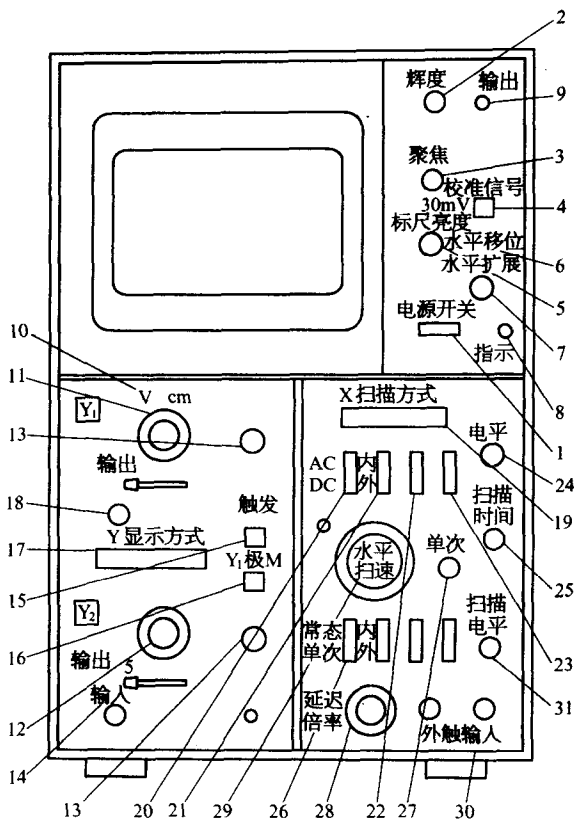

图 1-5 示波器面板控制件示意图
(1) 基本的面板控制件(见图1-5)。面板上各开关功能如下:
- ① 电源开关:用于接通和关断仪器的供电电源。
- ② 辉度:调节示波管栅极控制电压,以改变荧光屏显示波形明暗程度。
- ③ 聚焦:控制示波管聚焦极电压,使电子束的焦点会聚在荧光屏上,显示
④ 校准信号:控制校准方波幅度值的开关。
⑤ 标尺亮度:控制坐标尺(或示波管内刻度)的亮度。
⑥ 水平位移:调节水平放大器输出直流电平,以改变电子轨迹的水平位置。
⑦ 水平扩展:提高水平放大器增益的装置。提高扫描速度及水平偏转灵敏度。
⑧、⑨、⑩ 功能如图 1-5 所示。
⑪ Y 衰减(V/cm):对 Y 轴输入信号进行衰减的开关,用于灵敏度粗调,一般按 1-2-5 进行分档。
⑫ Y轴微调:对Y轴输入信号衰减微调的旋钮,用于灵敏度微调,一般微调比 $\geq 2.5:1$ 。定量测试时,应置校准位置。